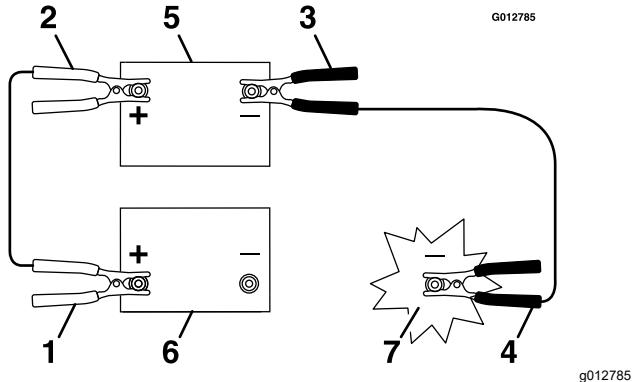

Bild 47
- Schließen Sie das Pluskabel (+) an den Pluspol (+) der entladenen Batterie an, der am Anlasser oder an der Stromspule angeschlossen ist, wie in **Bild 47** dargestellt.